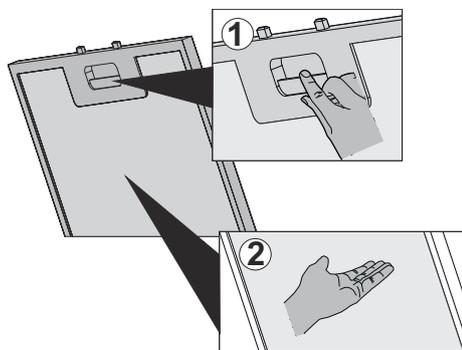

Fig. 7
- Premere la linguetta del filtro di alluminio (1) e tirare il filtro di alluminio nella direzione della freccia (Fig. 7).
- Mentre si rimuove il filtro di alluminio, tenerlo con l'altra mano per evitare che cada (Fig. 7/2).